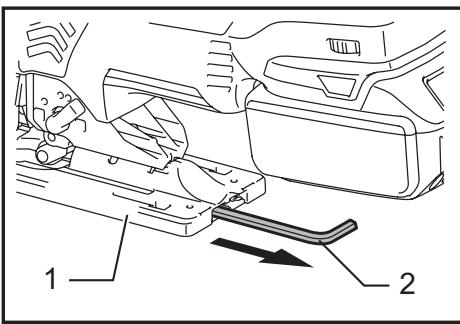

Fig.9
► Рис.9: 1. Насадка для отвертки 2. Переходник 3. Муфта